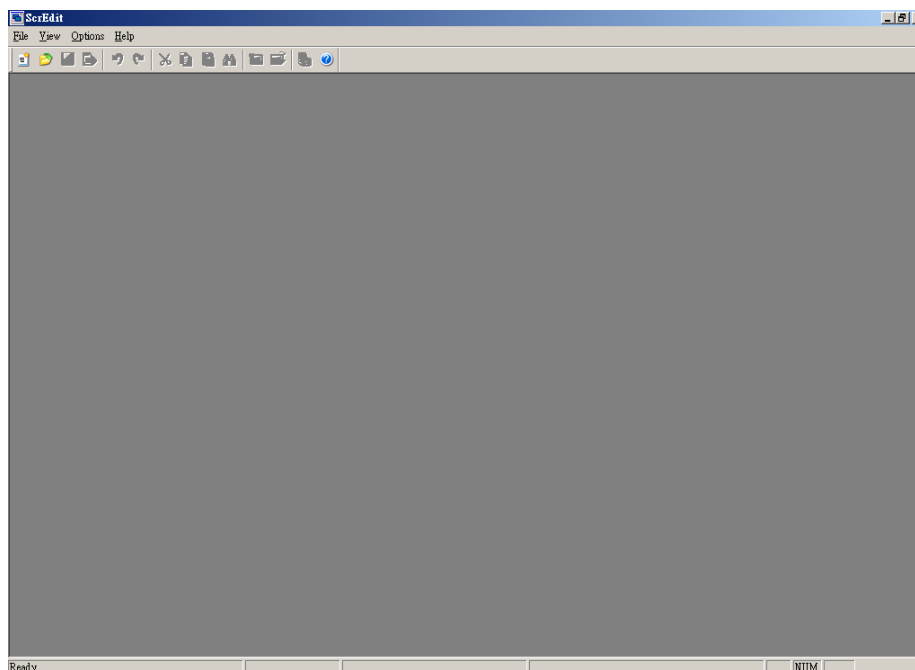

Рис. 2.2.3 Экран без редактируемого файла прикладной программы
2. Если не устанавливать “auto open last file automatically”, то последний редактируемый файл открываться не будет (см. Рис. 2.2.3).